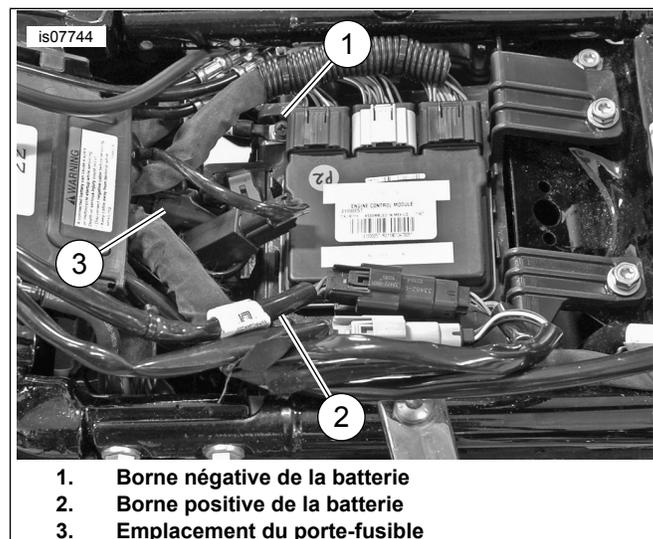

Figure 5. Connexion de la batterie
8. Voir Figure 5. Installer le couvercle de passage de fil. Boucher chaque connecteur non utilisé du côté mâle avec un capuchon de protection (no de pièce 72632-10). Utiliser le capuchon de protection fourni avec le connecteur [313] sur le faisceau 692000478 ou celui fourni avec le connecteur du faisceau de carénage de l'équipement d'origine [162].